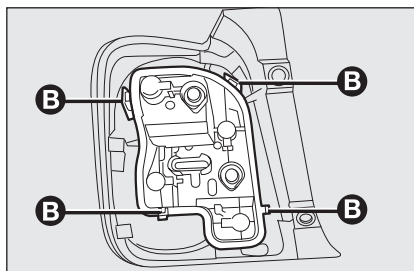

fig. 27
- ☐ estrarre il portalampade dalla propria sede svincolandolo dalle alette di bloccaggio **B**-fig. 27;